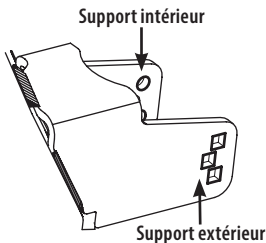

Figure 17
**NOTE :** Pour les roues antidégazonnement latérales, le boulon doit être inséré à partir de l'extérieur de la tondeuse dans le trou carré du support. Pour la roue placée au centre du plateau (si présente), le boulon peut être installé à partir de la gauche ou de la droite (Figure 17).